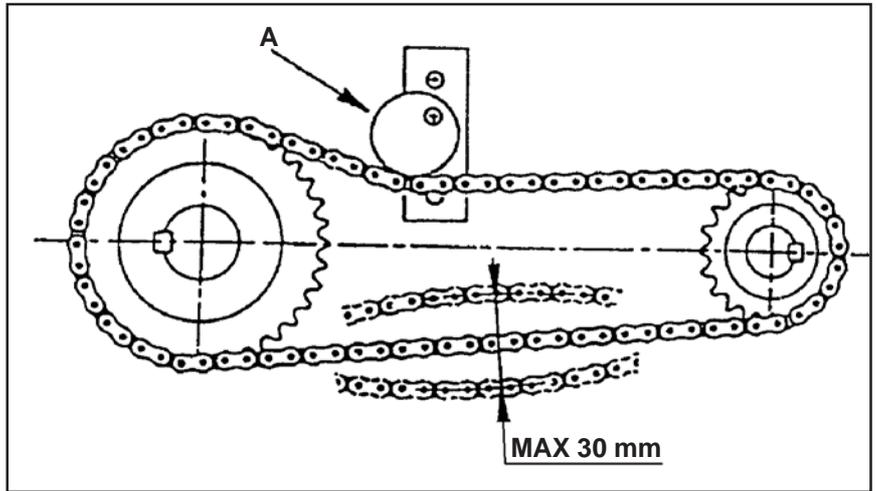

fig.1
Le catene di trasmissione, devono essere regolate in modo da avere uno spostamento sul ramo teso di  $\pm 15$  mm. come da schema fig.1. La regolazione viene ottenuta ruotando il tendicatena A o spostandolo di un foro sul suo supporto.
- 2) togliere il cardano dalla presa di forza (1fig.1)